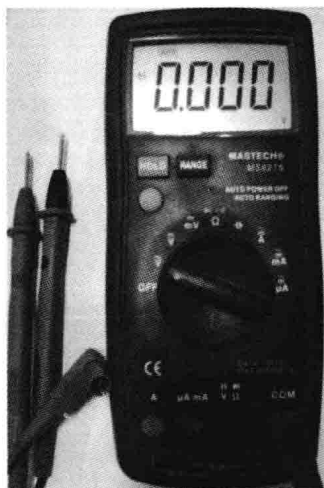

图 5-14 转换开关旋至 ACV 挡
(1) 将转换开关旋至 ACV 挡, 如图 5-14 所示。